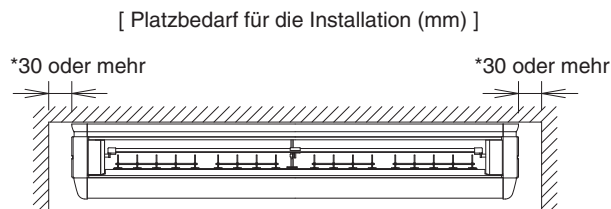

Abb. 1
- (1) Wählen Sie einen Installationsort, der folgenden Bedingungen entspricht und den Wünschen des Kunden entspricht.
- Wo ausreichender Platz für Installation und Service sichergestellt werden kann. (Siehe Abb. 1 und Abb. 2)
- Um die Fußbodenfläche zu bestimmen, benutzen Sie die Grafik oder die Tabelle. Siehe Abbildung 1 auf der Innenseite der vorderen Abdeckung.